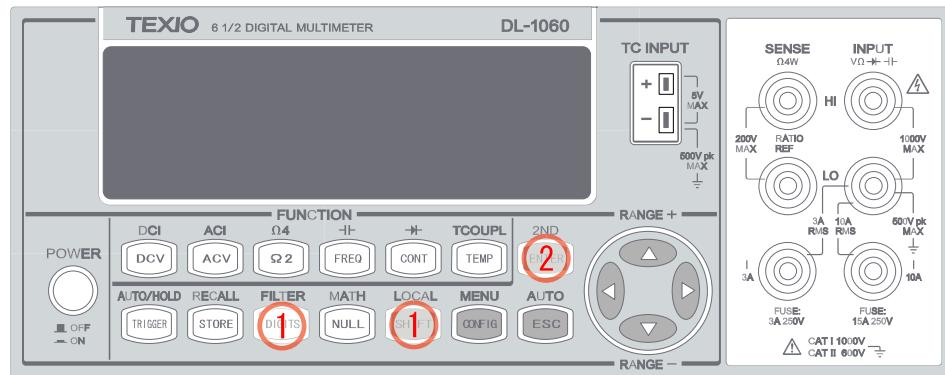

図 3-4
- ① FILTER(SHIFT + DIGITS)ボタンを押して、 \triangle ・ ∇ ボタンで “OFF”、“MOVING AVG”（移動平均）、“REPEAT AVG”（繰り返し平均）の中から設定するフィルタモードを選択します。
- ② ENTER ボタンを押してフィルタモードを決定します。
- これらの操作は図 3-4 に示します。